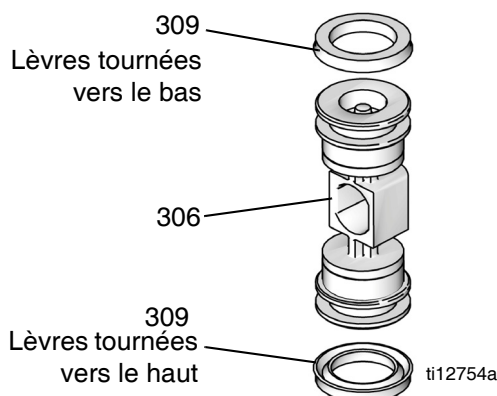

FIG. 6 : Installation des joints en coupelle de la vanne d'air
1. Lubrifier la came de détente (307) et la monter dans le corps.
2. Voir la FIG. 6. Lubrifier les joints en coupelle (309) et les mettre sur le piston (306) avec les lèvres tournées vers le centre du piston.